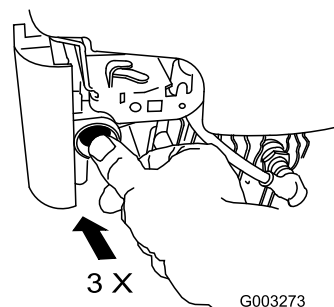

Figura 21
2. Con il pollice, spingete tre volte lo starter con forza, lasciandolo inserito ogni volta per un secondo prima di rilasciarlo (Figura 21).